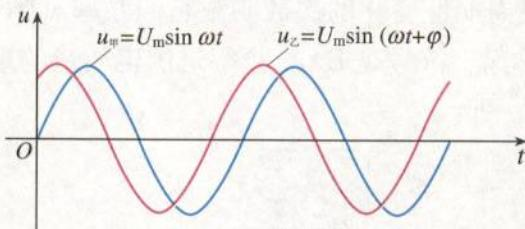

图 5.2-3 两条曲线有什么不同?
**相位** 图 5.2-3 画出了两支交流的电压与时间关系的图象。这两支交流的周期相等，但它们的瞬时值并不同时达到最大。交流电压甲达到峰值、变为 0 的时间，总比交流电压乙晚一些。这种情况下，我们说，它们的“相位”不同。